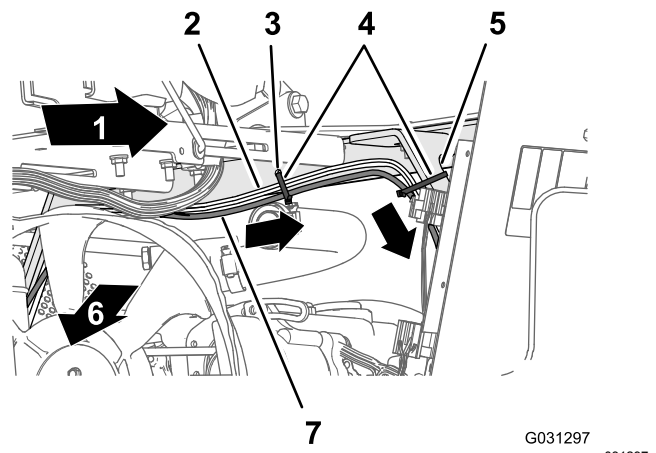
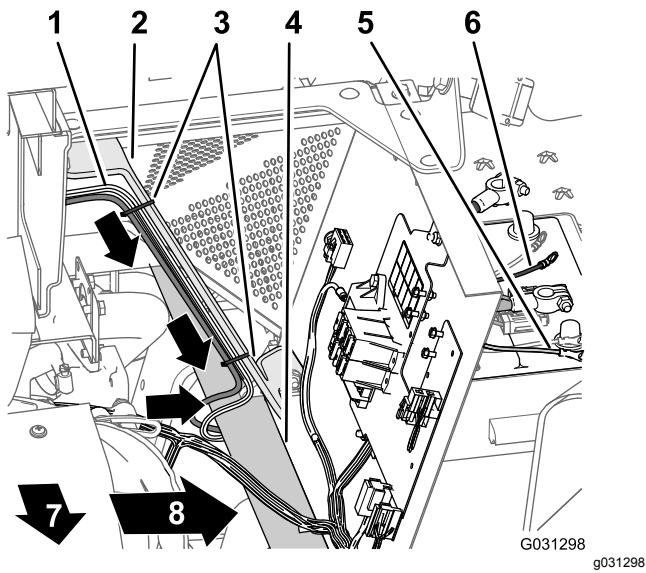

Рисунок 171
Рисунок 172
4. Прикрепите жгут проводов к отверстию в угловой части опоры сиденья и опоре кожуха двигателя с помощью трех кабельных стяжек (Рисунок 171 и Рисунок 172).
3. Проложите ответвление длиной 220 см жгута электропроводов для навигационной системы вниз вдоль левой опоры кожуха двигателя и под левой трубой рамы (Рисунок 171).
5. Проложите ответвление длиной 220 см с предохранителем на 10 А и положительной/отрицательной круглыми клеммами жгута электропроводов для навигационной системы к верхней части аккумуляторной батареи (Рисунок 172).